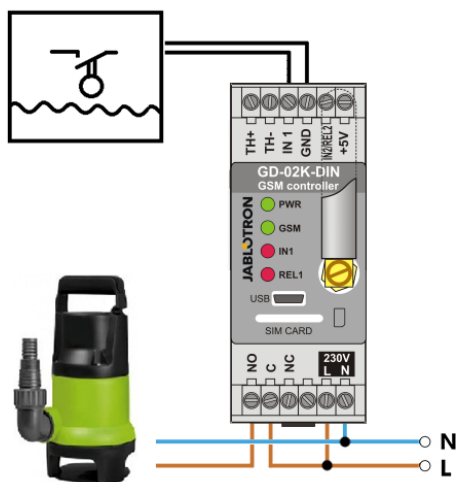

Рисунок 3: Контроль максимального уровня воды в резервуаре, включая автоматический слив воды с помощью водяного насоса.
- На этой схеме показано подключение датчика уровня ко входам IN1 и GND. Силовой выход REL1 включает подачу напряжения 230 В для питания водяного насоса, см. рис.3.